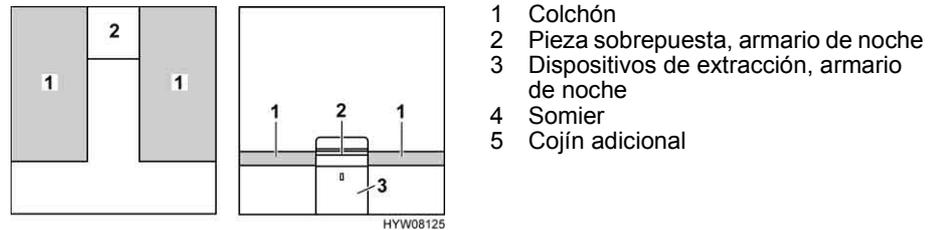

Fig. 107 Antes de la transformación
- Quitar la pieza sobrepuesta del armario de noche (Fig. 107,2) y depositarla a un lado.